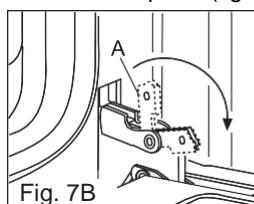

Fig. 7B
- 2) posizionare i ganci "A" delle cerniere verso l'esterno (vedi fig. 7B).